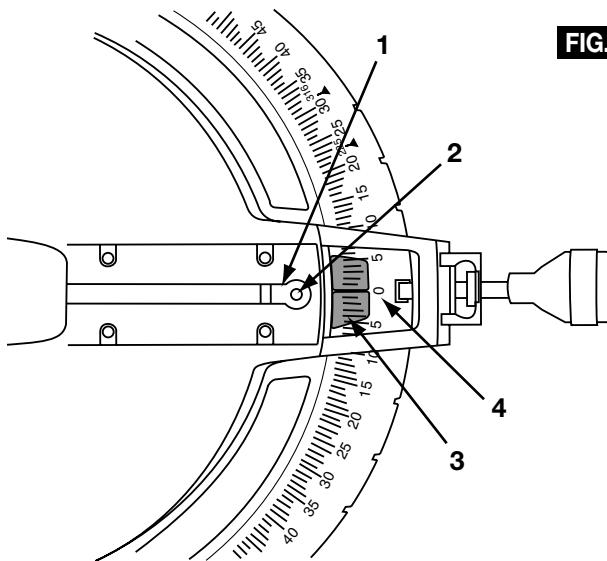

FIG. 14
2. Through the slot **1** in the kerf insert, loosen the Phillips screw **2** that holds the indicator **3** in place (Figure 14).
2. Par le biais de la fente **1** pratiquée dans l'insert d'encoche, desserrez la vis à empreinte cruciforme **2** qui tient l'indicateur **3** en place (Figure 14).